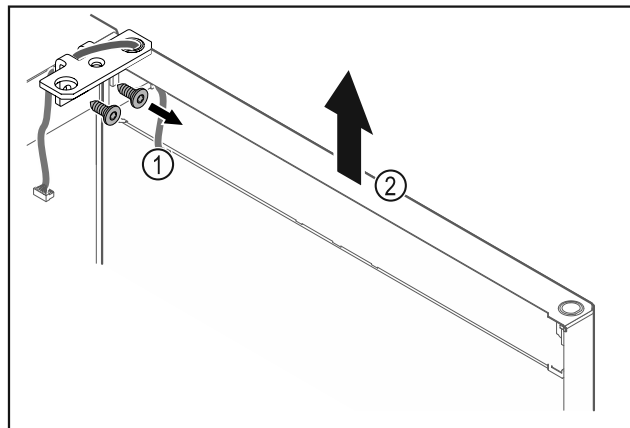

Fig. 23
- ▶ Csavarozza le a csuklópántot Fig. 23 (1).
- ▶ Az ajtót a csuklópánttal Fig. 23 (2) együtt emelje meg felfelé kb. 200 mm-rel, majd vegye le.